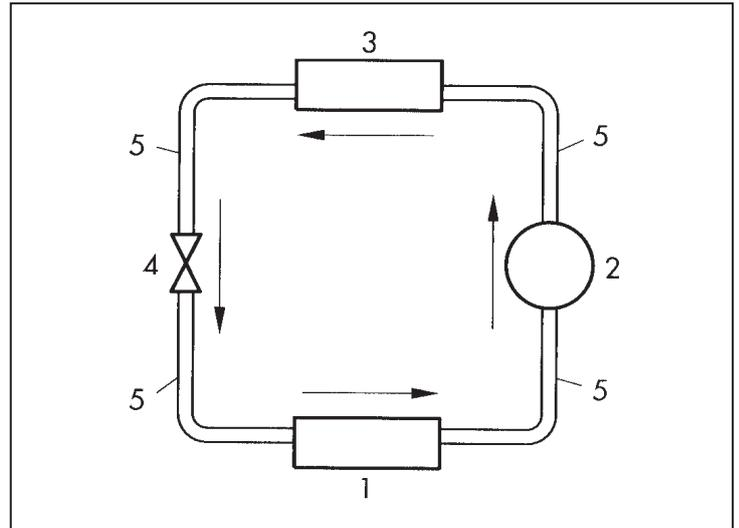
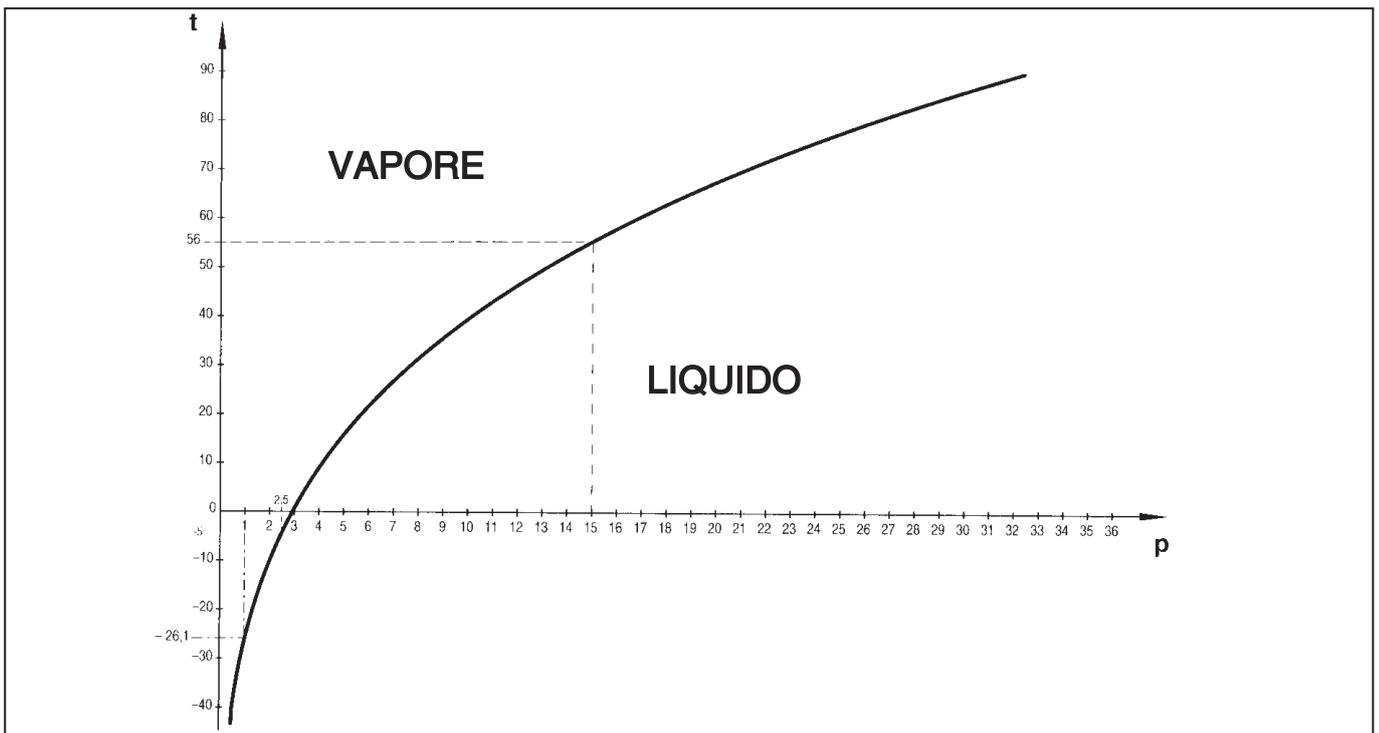
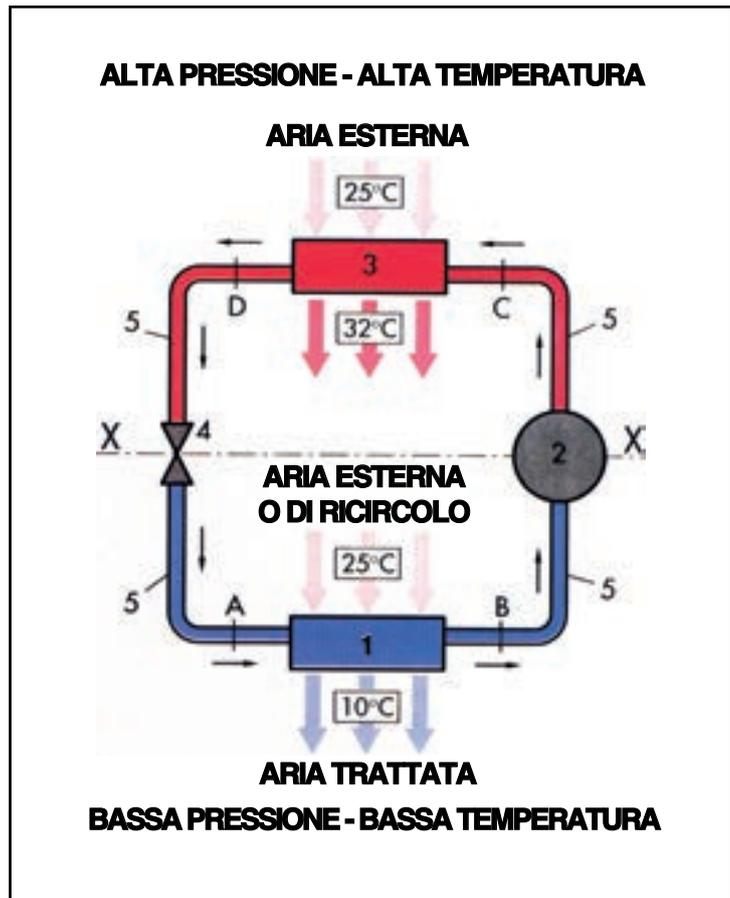

Fig. 11.20
Fig. 11.21
Fig. 11.22
En la esquematización extrema de la Fig.11.20, el sistema se presenta constituido por un circuito cerrado, formado por la cadena de los cuatro componentes: evaporador (1), compresor (2), condensador (3), válvula de expansión (4), que son indispensables para la realización del ciclo de refrigeración, dispuestos en su secuencia funcional, y por las tuberías (5), que se utilizan para su conexión.
Las nociones de física descritas en el capítulo anterior permitirán explicar y justificar cada una de las fases del ciclo. Para facilitar la exposición, también haremos referencia a otro esquema simplificado del circuito (Fig.11.22) similar al de la Fig.11.20. Antes de proceder, y también para una mejor comprensión de los valores de presión y temperatura citados (si bien a título meramente ejemplificativo y con gran aproximación), incluimos el diagrama presión/temperatura del refrigerante R134a, que actualmente se utiliza en los sistemas de aire acondicionado para automóviles y tractores para uso agrícola (ver Fig.11.21).
Regresemos ahora al análisis de las fases del ciclo, tomando como punto de partida la Sección A (Fig.11.22), al ingreso del evaporador. El evaporador es el componente que sirve para extraer el calor del habitáculo y, por lo tanto, está ubicado en el interior del habitáculo, o en estrecha comunicación con el mismo. Para que pueda desempeñar esta función, es necesario que su temperatura sea inferior a la del ambiente que debe enfriar, de manera tal que el calor pueda fluir espontáneamente desde este (temperatura mayor) hacia aquél. Supongamos que en A el refrigerante sea líquido a la presión de 2,5 bar, por lo que la temperatura es de unos $-5\text{ }^{\circ}\text{C}$ (Fig.11.21).
La línea ideal de separación de las dos partes está representada en el esquema de Fig.11.22 por la línea recta X-X que corta compresor y válvula de expansión.